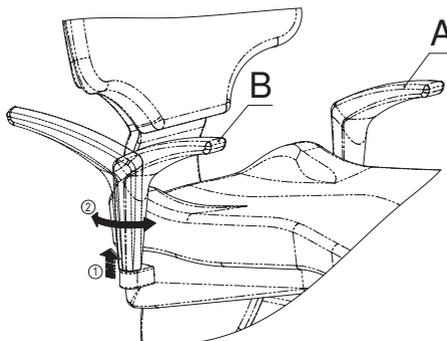

Fig. 17
Para girar el apoya-brazos (B), es necesario estirarlo en movimiento ascendente (manteniéndolo en su alojamiento) hasta que el mecanismo giratorio se desbloquee y permita que gire hasta que éste consiga su tope límite (final de carrera), donde se bloqueará de nuevo. Para mover el apoya-brazos de nuevo a su posición inicial, es suficiente con elevarlo de nuevo y volverlo hacia adentro, hasta que se bloquee automáticamente. (Fig. 17).